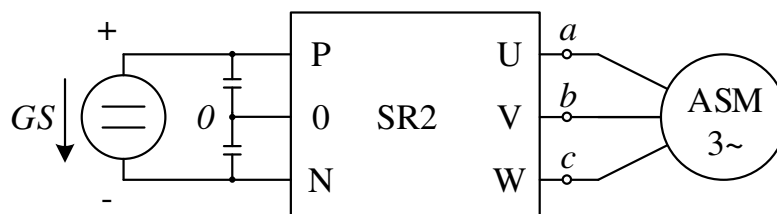
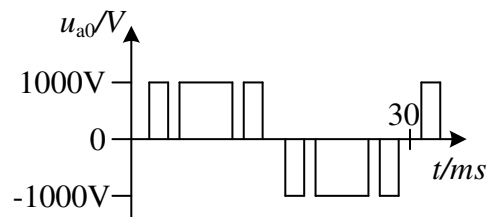

Abbildung 9: Stromrichterschaltung 2
Abbildung 10: Zeitverlauf der Spannung u_{a0}
- b) Ein Stromrichter SR2 versorgt eine Drehstromasynchronmaschine (ASM) aus einer Gleichspannungsquelle GS (Abbildung 9). Die Nennleistung des Motors beträgt $P_N = 1,2 \text{ MW}$. An einer Ausgangsphase des Stromrichters wird die Spannung u_{a0} zum Mittelpunkt 0 der Speisespannung gemessen (Abbildung 10). Zeichnen Sie das Schaltbild des Stromrichters SR2. Wie heißt die Schaltung?